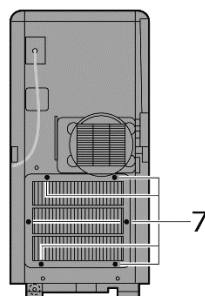

Fig. 10 Face arrière de l'appareil
1. Dévissez les 6 vis du porte-filtre (voir Fig. 10).